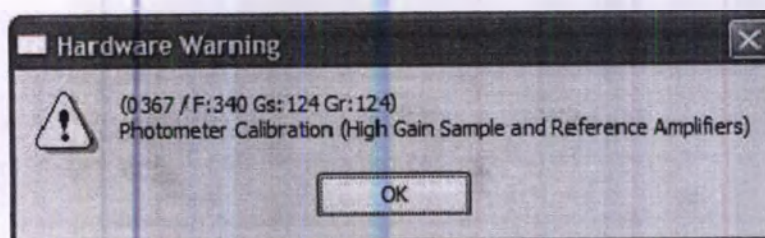

Рисунок 17-2
- Сообщения об ошибках, лишь предупреждающие, но не останавливающие работу анализатора (Рисунок 17-2)